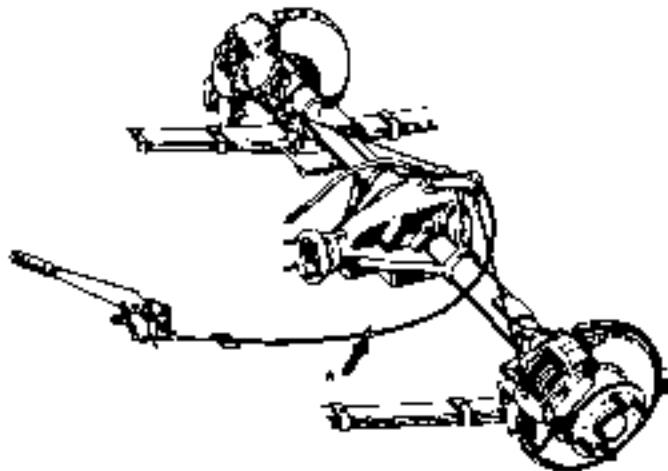

Fig. 16
- 31) Leva freno a mano che comanda il bloccaggio dei freni posteriori (Fig. 16). Usare il freno a mano solo per parcheggio, per partire in salita o per arresti nel traffico. Per spostare la leva premere il bottone sulla estremità
31. Levier frein à main qui commande le blocage des freins arrière (Fig. 16). N'utiliser le frein à main que en cas de parking, pour partir en montée ou pour arrêter dans le trafic. Pour déplacer la levier pressez le bouton à l'extrémité
31. Hand brake, operating on rear wheel brakes (Fig. 16). The hand brake should be used only for parking purposes, for starting on slopes or for stops in traffic. Before operating the hand-brake, depress the top button